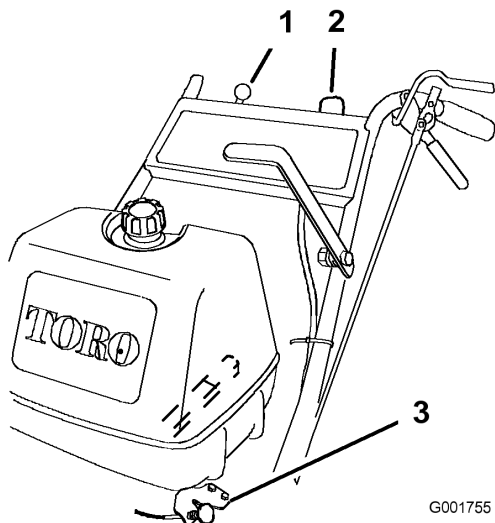

Figura 7
5. Gire la llave de contacto a la posición de **marcha** (Figura 7).
8. Tire del mando del estérter si el motor está frío (Figura 7).
1. Mueva la palanca del acelerador a la posición de lento (Figura 7).